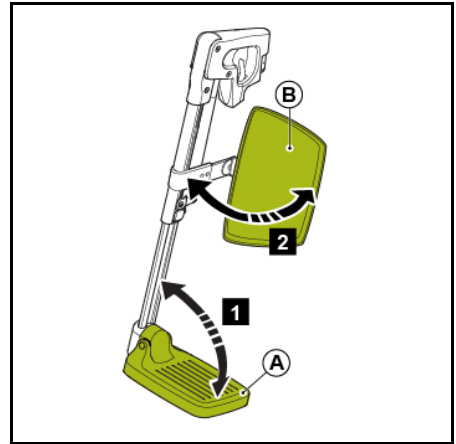

Abb. 6.1
- Klappen Sie die Fußrasten nach oben (Bild 6.1).
- Klappen Sie die Unterschenkelplatten (sofern zutreffend) zur Seite weg (Abb. 6.1).